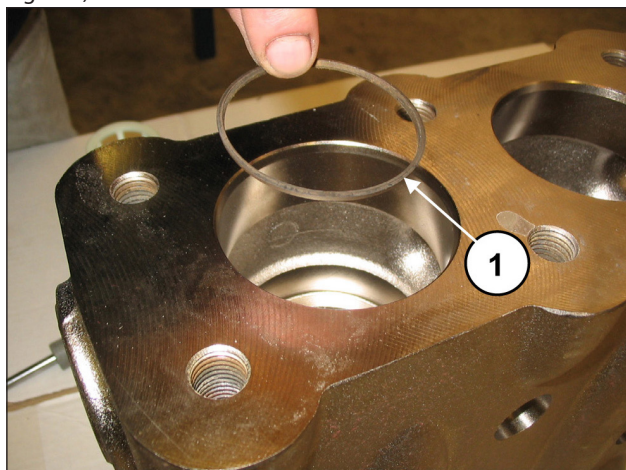

Fig. 113
Inserire l'anello antiestrusione, pos. esploso n. 4 (pos. ①, Fig. 113).